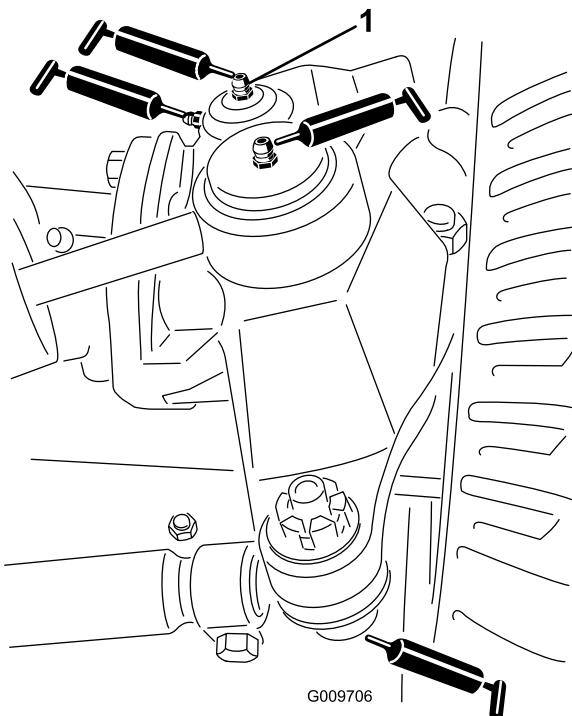

Bild 114
- Lenkzylinder-Kugelgelenke (2), siehe Bild 114
- Spurstangen-Kugelgelenke (2), siehe Bild 114
- Achsschenkelbolzen (2), siehe Bild 114.